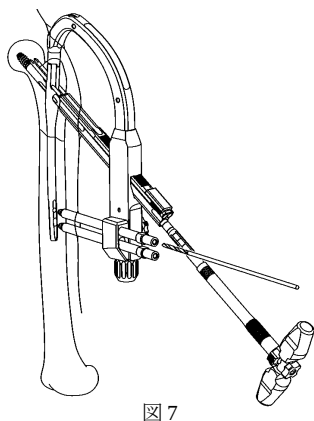

図7
- *** 7) ディスタルススクリュー用ドリルでの穴あけの際は、スタビライザーとしてラグスクリューT レンチを接続した状態で、遠位部ドリリングを行うことができます。(図7)